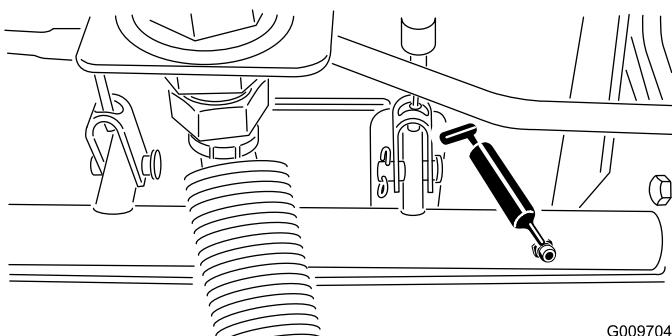

Figura 48
- Rolamentos articulados do eixo do travão (5) (Figura 48)